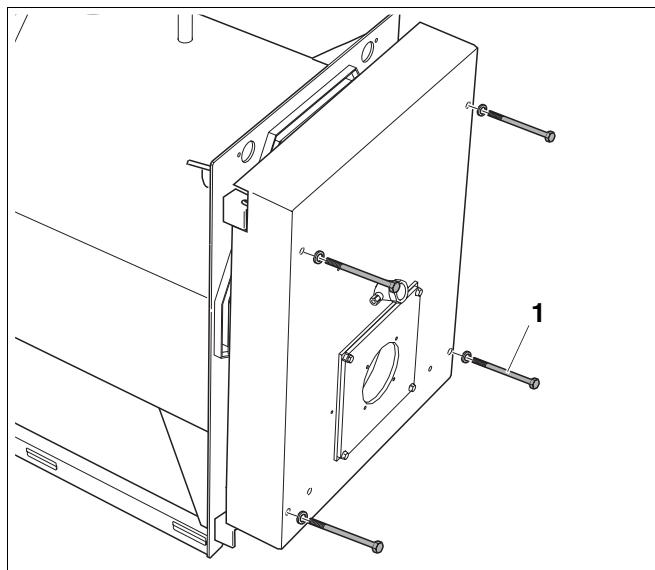
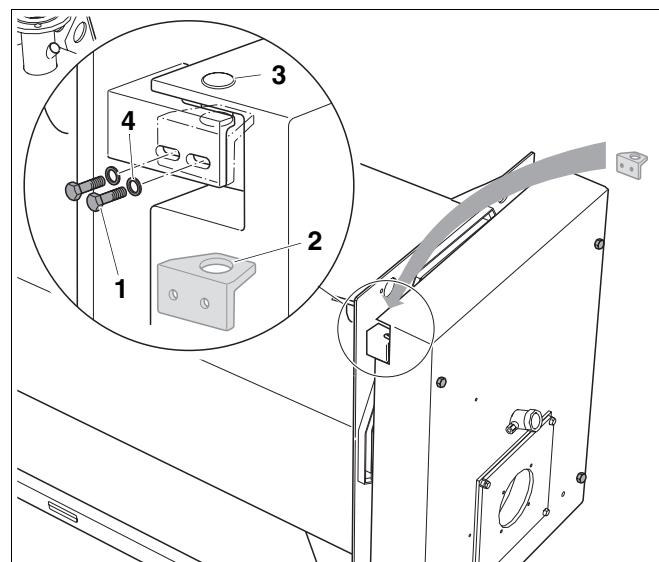

Рис. 8 Открывание дверцы горелки
Рис. 11 Замена шарнира
- Открутить 4 дверных болта (рис. 8, поз. 1) и открыть дверцу горелки.
- Надеть опорный уголок вверху (рис. 11, **поз. 2**) с противоположной стороны на ось шарнира (рис. 11, **поз. 3**) и закрепить к несущему уголку дверцы 2 болтами (рис. 11, **поз. 1**) с шайбами (рис. 11, **поз. 4**).
Опорный уголок (рис. 11, **поз. 2**) можно перемещать для регулировки в овальных отверстиях несущего уголка дверцы. При необходимости можно сместить верхний опорный уголок вперед, чтобы дверца могла легко открываться.
- Для этого нужно немного ослабить оба болта (рис. 11, **поз. 1**) опорного уголка и на несколько оборотов открутить болты дверцы (рис. 8, **поз. 1**). Под тяжестью двери опорный уголок передвинется вместе с ней вперед.